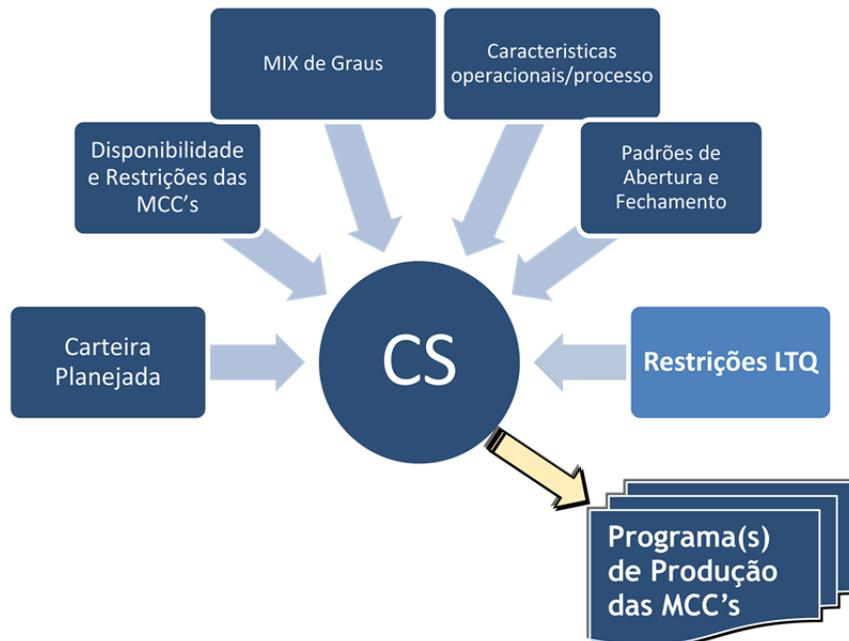

Figura 5 – Fluxo de Informações módulo CS.
ETAPA 4 (5) - Módulo CS : Estabelece a sequência de lingotamento para atender ao plano de produção considerando as regras e restrições de Aciaria e MCC's – Mistura de graus, disponibilidade dos equipamentos, padrões de velocidade, restrições de veios, regras de abertura / fechamento ,restrições de LTQ e etc. A solução implantada permite re-programar sempre que necessário em curto espaço de tempo possibilitando alterações de estratégia tão logo sejam perceptíveis pela solução O esquema que segue (Figura 5) apresenta o fluxo de informações do módulo CS com o ambiente de produção.